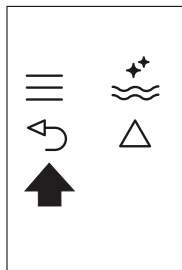

Рис. 25
- ▶ Дважды нажмите значок (B6) (рис. 25) для выхода из меню.